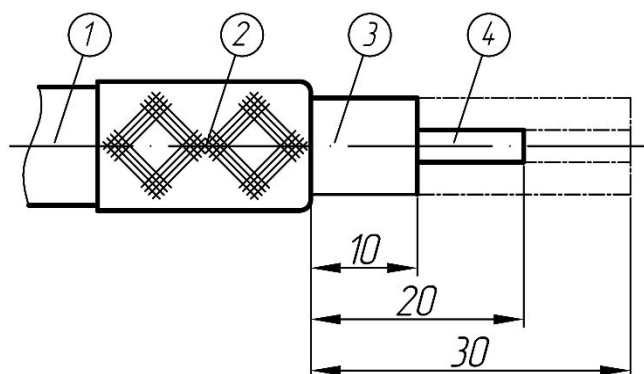

Рисунок 6.8 - Подготовка КЧ.
- медную оплетку (поз. 2 рис.6.8) аккуратно отделить от изоляции КЧ и завернуть;
- удалить изоляцию на 20 мм и обрезать внутренний проводник на 10 мм (рис. 6.8.);